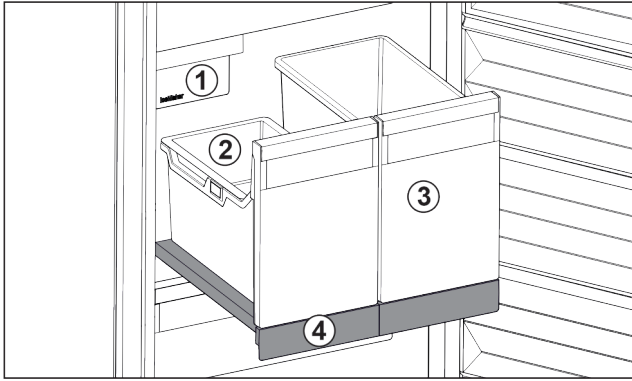

Fig. 88 Uitschuifplateau met IceTower
- (1) IceMaker
- (2) Inhangschalen voor ijsblokjes
- (3) Bakken voor bijv. pizza, alcoholische dranken
- (4) Uitschuifplateau
Op het uitschuifplateau bevinden zich twee hoge bakken (IceTower). In de bak Fig. 88 (2) worden ijsblokjes uit de IceMaker verzameld en bewaard. Bak Fig. 88 (3) is geschikt voor het bewaren van hoge levensmiddelen zoals pizza's of alcoholische dranken.